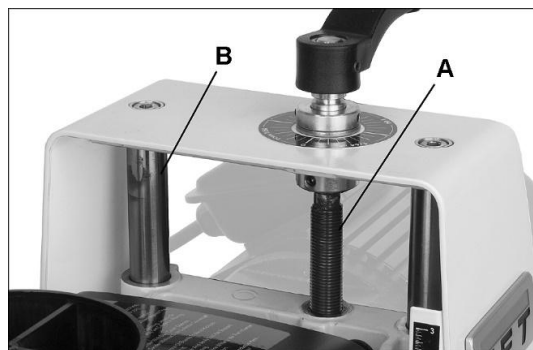

Figure 10-1 Lubrification
- Lubrifiez la vis-mère (A, Figure 10-1) si nécessaire.
- Gardez les zones de glissement propres (B).